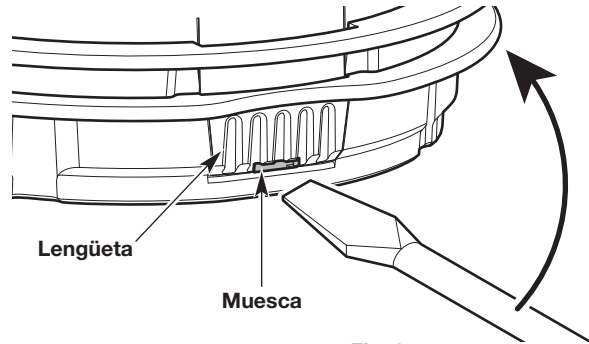

Fig. 8
- a. Inserte un destornillador de cabeza plana dentro de la muesca de la lengüeta (Fig. 8).
- b. Inclínele levemente el destornillador hacia arriba y sosténgalo en el lugar (Fig. 8).